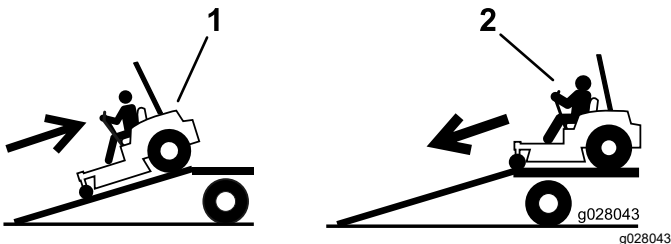

Bild 38
4. Fahren Sie die Maschine rückwärts die Rampe hoch (Bild 38).
2. Fahren Sie die Maschine vorwärts von der Rampe herunter (Bild 38).